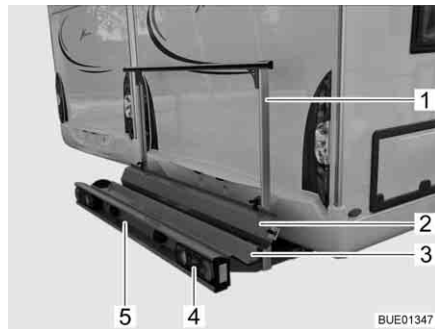
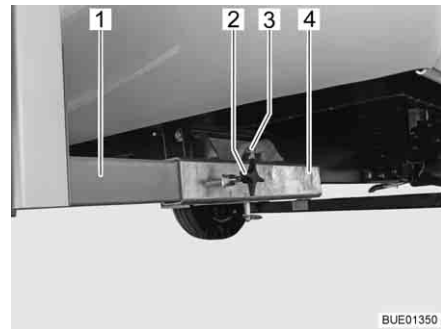

Fig. 7 Portapacchi
Fig. 8 Fissaggio al veicolo
Il portapacchi (Fig. 7) consente il trasporto di una motocicletta o di un motorino con un peso fino a 130 kg.
- Vasca di trasporto (Fig. 7,3) e staffa di supporto (Fig. 7,1) con fissaggio al veicolo (Fig. 8)
- Luci posteriori (Fig. 7,4)
- Luce targa del veicolo (Fig. 7,5)
- Guida di transito (Fig. 7,2)
I due longheroni (Fig. 8,1) del portapacchi sono fissati mediante viti ad alette (Fig. 8,2) ai supporti del perno quadro (Fig. 8,4) sul pavimento del veicolo. Il portapacchi è fissato tramite un bullone (Fig. 8,3) con anello di arresto.